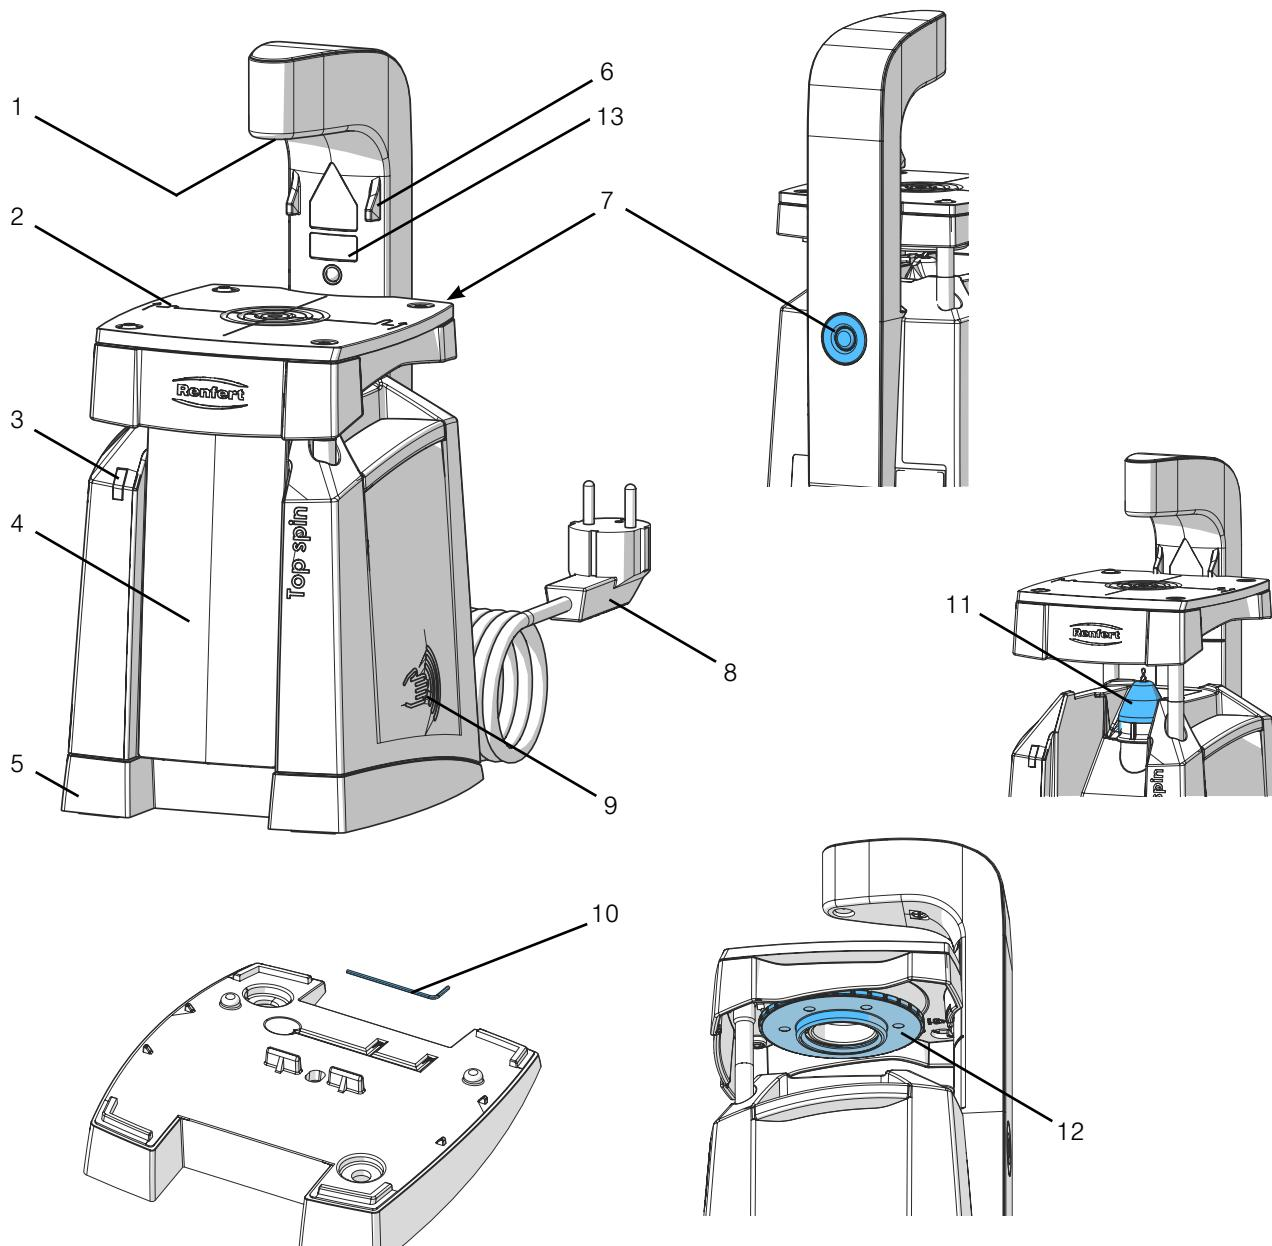

図 1
- ⇒ ステッカーセットから、使用される言語のレーザー警告指示をはがし、現状の警告指示の上に重ねて貼り付けて下さい (13、図1)。
⇒歯列模型を穿孔テーブル（2、図1）に置き、ガイドレーザー（1、図1）を利用して位置決めします。
- ⇒ 堆積した粉塵を筆もしくは、軽く叩いて集塵トレー（4、図1）に落とし、集塵トレーを下の角から手前に引いて外します。
- ⇒ 粉塵保護カバー（11、図1）を外します。